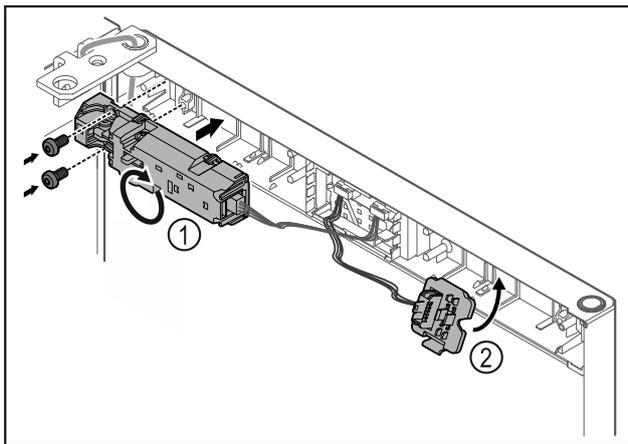

Fig. 21
- Tourner la serrure électrique Fig. 21 (1) à 180° et la placer de l'autre côté.
- Accrocher le support de connecteur Fig. 21 (2) de l'autre côté.